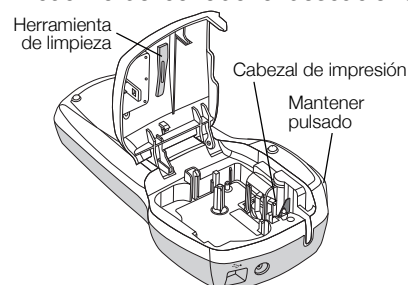

Ilustración 7
- 2 Mantenga pulsado el botón del cortador para dejar la cuchilla del cortador al descubierto. Vea la Ilustración 7.
Vea la Ilustración 7.